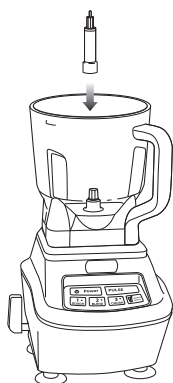

Fig. 1
- 2 En tenant l'arbre du mandrin, insérez celui-ci dans le pignon d'entraînement du bol de 8 tasses (64 oz). Assurez-vous que le jeu de lames repose sur le pignon d'entraînement en position verticale. (Fig. 1)